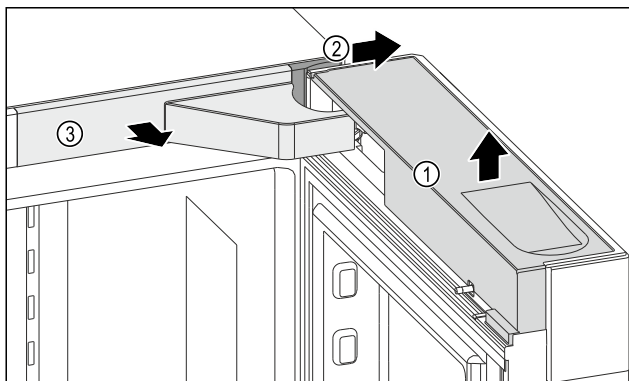

Fig. 10
- ▶ Vegye le a fedelet Fig. 10 (1).
- ▶ Vegye le a fedelet Fig. 10 (2).
- ▶ Vegye le a fedelet Fig. 10 (3).